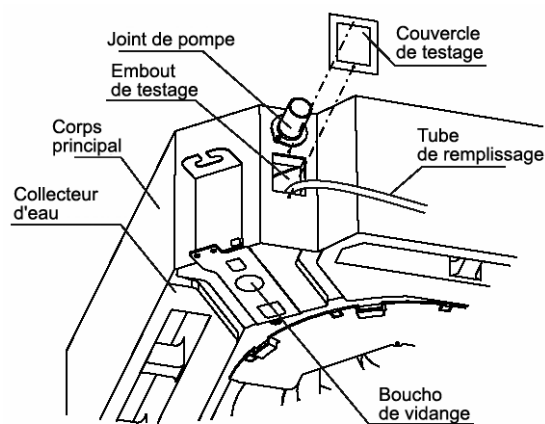

Figure 30
- 1) Enlevez le couvercle et versez environ 2000 ml d'eau dans le collecteur d'eau au travers du tuyau de remplissage. (cf. figure 30)